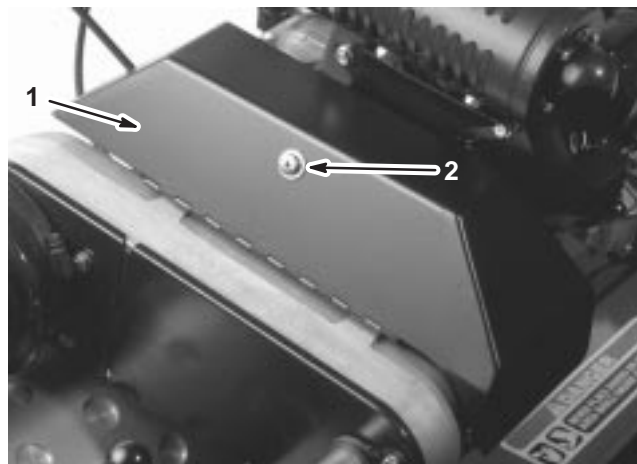

Figure 39
2. Desserrez la retenue du couvercle de la courroie trapézoïdale et ouvrez le couvercle (Fig. 39).